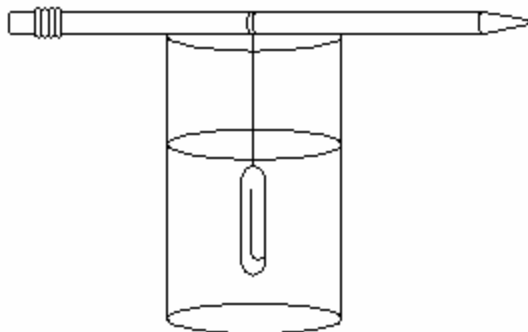

Figura 1
6. Ata un extremo de un hilo al lápiz y el otro al clip. Introduce el clip en el vaso con la solución, de manera que al apoyar el lápiz acostado sobre el borde del vaso, el clip quede colgando en medio del líquido (Figura 1).